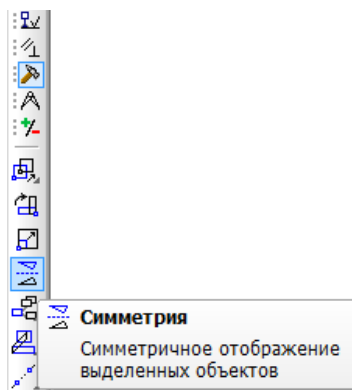

Рис.12
2) Вызовите на экран страницу «*Редактирование*» «*Инструментальной панели*» и нажмите кнопку «*Симметрия*» (рис.12).